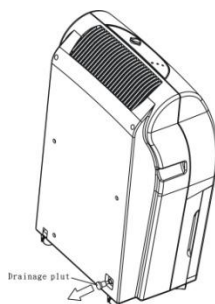

Рис.1
1. Выньте дренажную заглушку с отверстия (рис. 1).